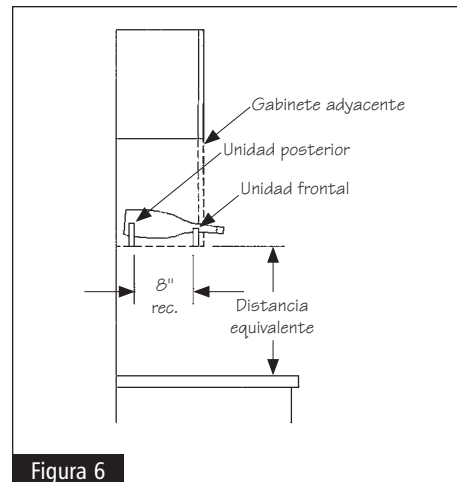

Figura 6
- Las unidades deben montarse con la unidad frontal (pequeña) al frente y la unidad posterior (grande) de 8" (recomendada) detrás. La parte inferior de las unidades debe quedar a la misma distancia de la cubierta. Vea la figura 6.